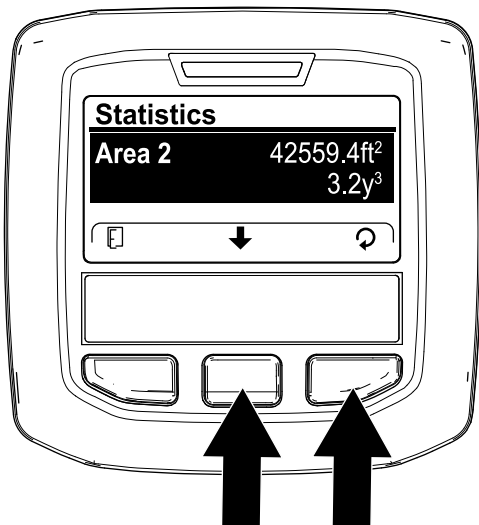

图 109
3. 在 STATISTICS 统计屏幕上按中间 InfoCenter 信息中心按钮直至 AREA 2 区域 2 选项被选定图 109。